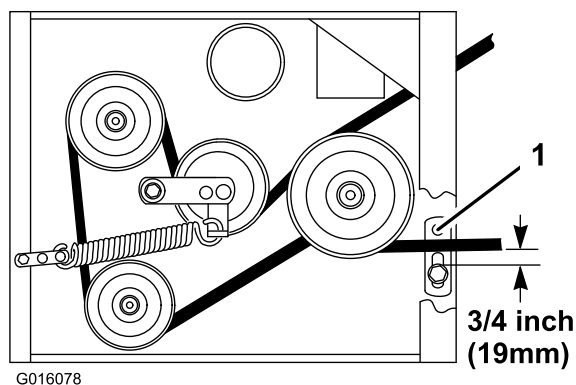

Figure 46
8. Vérifiez que le guide de courroie sous le bâti du moteur est réglé correctement (Figure 46).
Remarque: Le guide de courroie et la courroie du plateau de coupe doivent être espacés de 19 mm quand la courroie est engagée (Figure 46). Réglez le guide de courroie du plateau de coupe au besoin. La courroie désengagée ne doit pas traîner ni tomber de la poulie quand les guides sont réglés correctement.